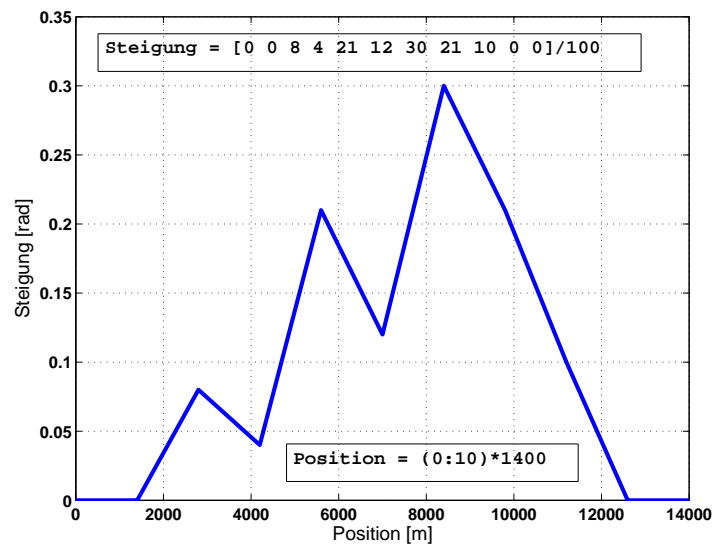

Abbildung 4.13: Steigungsprofil, Aufgabe 4.23
4.23  *Auto mit Steigungswiderstand*: Erweitern Sie das Modell aus Aufgabe 4.3 um den Steigungswiderstand. Die Steigung der Straße wird als eine Funktion der Position $x(t)$ gegeben und ist auf Abbildung 4.13 dargestellt. Nehmen Sie die Gleiche Parametern wie in Aufgabe 4.3, aber verwenden Sie ein Step $F_{Antrieb} = 5000N$ und eine Simulationszeit von $250sec$. Geben Sie $a(t)$, $v(t)$ und $x(t)$ in einem Scope mit 3 Achsen aus. Der Steigungswiderstand ist durch $F_{Steigung} = M \cdot g \cdot \sin(\alpha)$ beschrieben, wo α die Steigung in *rad* ist. Verwenden Sie den Block **Lookup Table**, um die Steigung über der Position im Modell zu beschreiben.